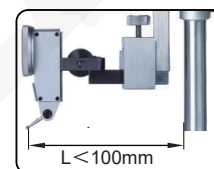

fig.1
- La distance L entre le point de contact et la base doit être inférieure à 100 mm (fig.1).